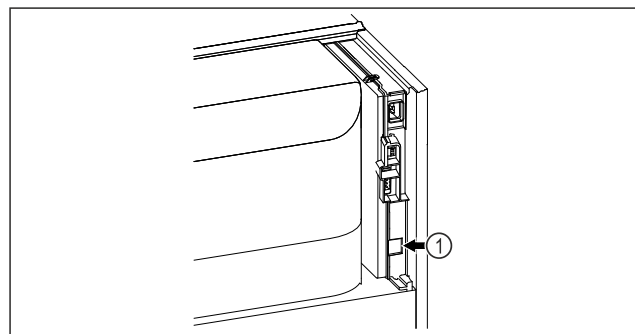

Fig. 61
- ❑ SmartModule Fig. 61 (1) on sisse pandud.